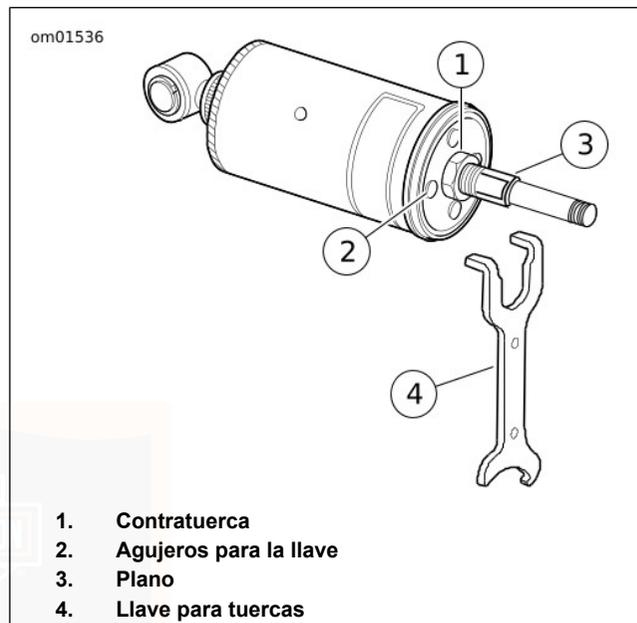

Figura 29. Ajuste de los amortiguadores
1. Vea Figura 29. Sujete el eje con una llave en las partes planas del eje del amortiguador (3) y afloje la contratuerca (1).
2. Use las lengüetas de la AJUSTE DEL AMORTIGUADOR SPANNER (PIEZA N.º: 94448-82B) (4) en los agujeros (2) del cilindro del amortiguador trasero para girar el cilindro hacia la derecha hasta que se detenga. Esta posición es la posición mínima del peso del motociclista.